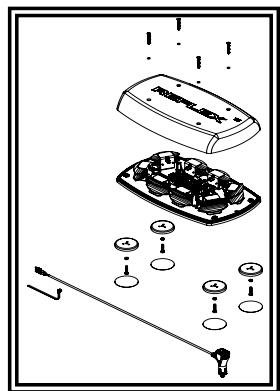

**Figure 4**
7. Placez l'attache à glissière à 1,0 po. de la base des connecteurs indiqués à la figure 4. L'attache à glissière ne doit pas glisser sur le cordon.